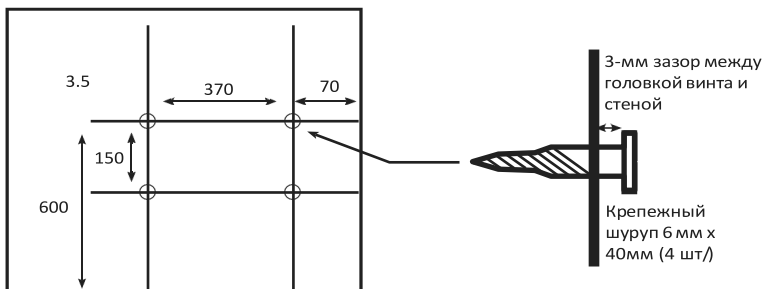

Рис. 3.6.2. Схема крепежных отверстий.
10. Крепежные винты заворачиваются не плотно: между головкой винта и стеной должен оставаться тепловой зазор размером 3 мм (см. Рис. 3.6.2).